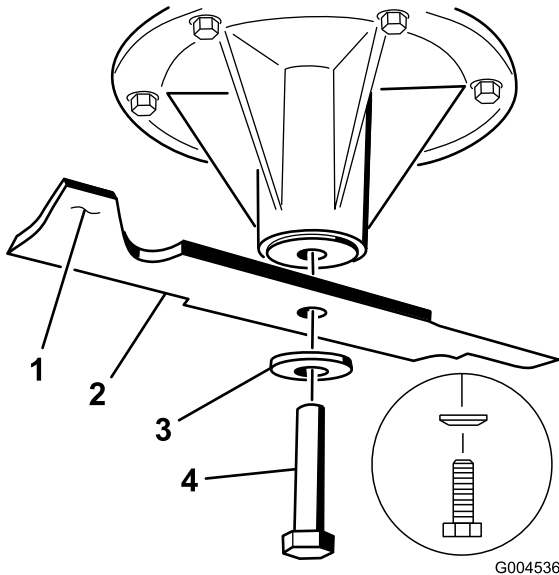
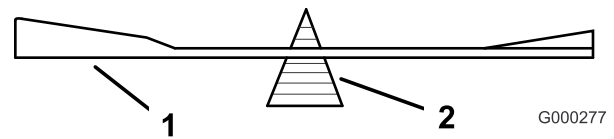

Figura 79
Figura 81
2. Togliete il bullone, la rondella curva e la lama dall'asse del fusello (Figura 79).
2. Controllate l'equilibrio della lama posizionandola su un bilanciatore (Figura 81). Se la lama rimane in posizione orizzontale, è bilanciata e può essere utilizzata. Se la lama non è bilanciata, limate del metallo soltanto dalla costa (Figura 79). Ripetete la procedura finché la lama non è perfettamente bilanciata.